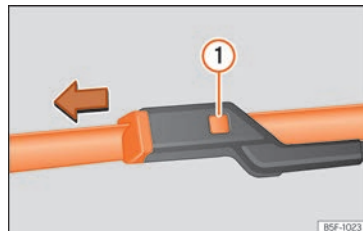

Fig. 48 Remplacement des balais d'essuie-glace.
- Maintenez la touche de déverrouillage » fig. 48 ❶ enfoncée en tirant légèrement le balai dans le sens de la flèche.